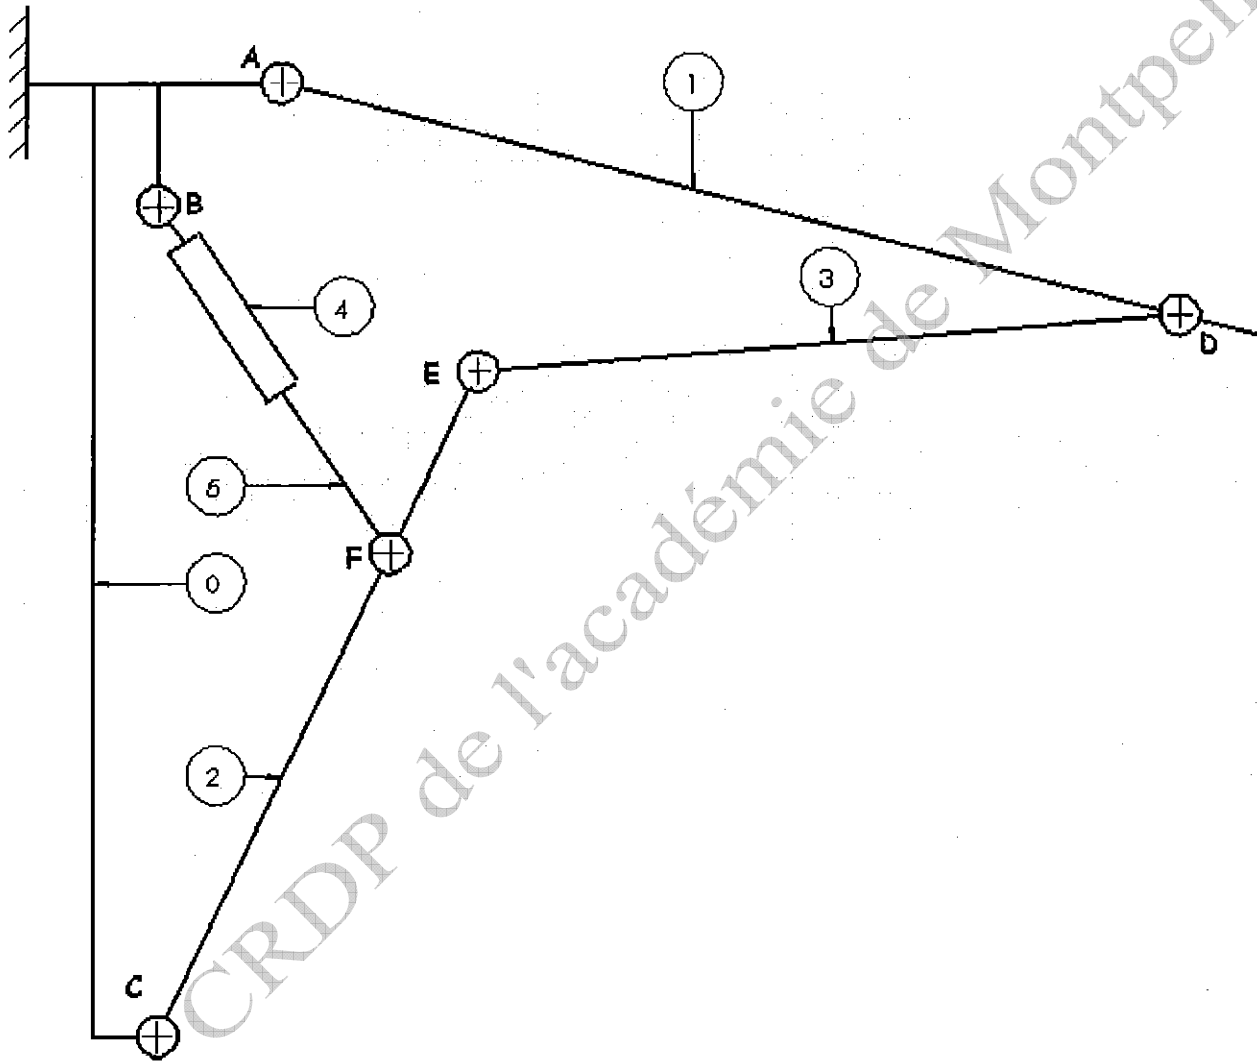

Fig.2
- Tracer et désigner les trajectoires des points D et E identifiés dans le tableau ci-dessus sur la fig2.
2.5 - Sur le schéma Fig. 2 page DR 5/13, en vous aidant du dossier ressource tracer le vecteur vitesse noté  $\vec{V}_{F_{5/4}}$
Sur le schéma Fig. 2 page DS5 1/13